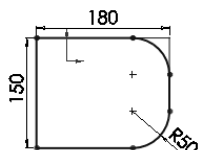
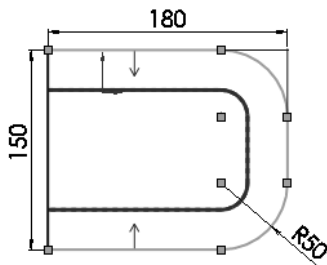
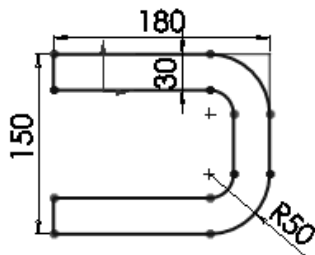

图 10-45 绘制圆角
图 10-46 生成等距实体
图 10-47 剪裁竖直边线
3) 单击“草图”控制面板中的 (等距实体) 按钮, 在“等距实体”属性管理器中取消选择“选择链”选项, 然后选择图 10-45 所示草图的线条, 输入等距距离数值“30”, 生成等距 30 的草图, 如图 10-46 所示。剪裁竖直的一条边, 结果如图 10-47 所示。